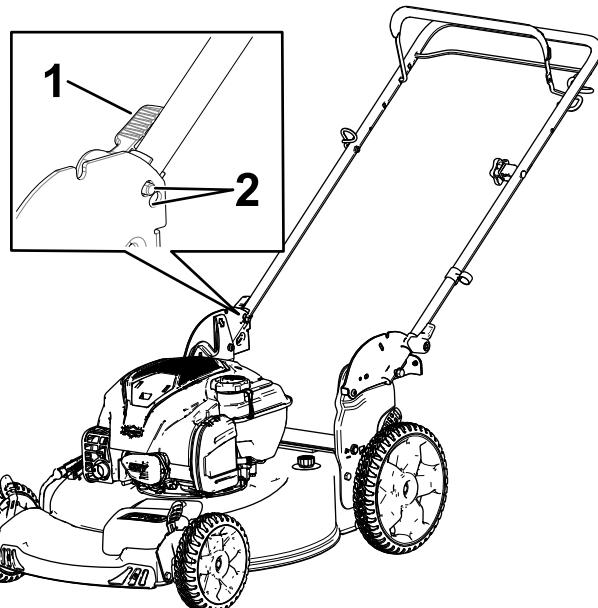

図4
2. ハンドルロック 図4のピンをカチっと音がするまで完全にはめる。